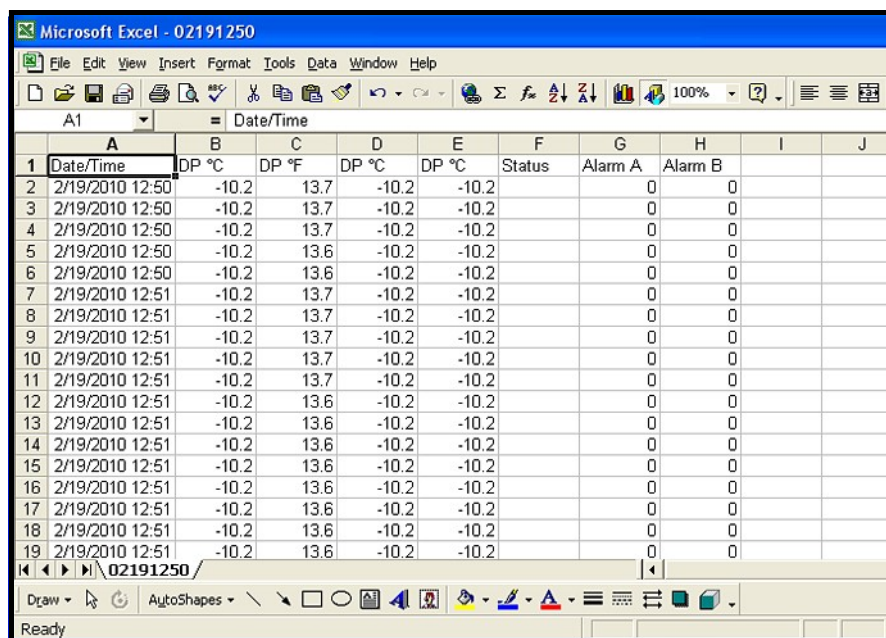

Figura 62: Importación correcta de archivos de registro
5. Cuando la configuración esté completa, haga clic en **Finalizar**, y se abre una ventana similar a la de la *Figura 62* a continuación. El archivo de registro se encuentra ahora correctamente formateado para gráficos y análisis, y los resultados pueden guardarse como un archivo estándar de hoja de cálculo para uso futuro.